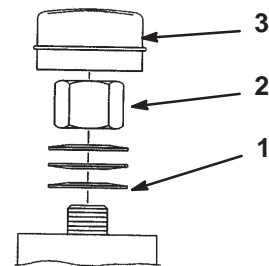

Figure 59
3. Retirez le capuchon anti-poussière de la roue et serrez le contre-écrou (Fig. 59).
4. Continuez de le serrer jusqu'à ce que les rondelles élastiques soient aplaties, puis desserrez-le de 1/4 de tour pour obtenir la précharge correcte des roulements (Fig. 59).
Important Veillez à installer les rondelles comme illustré à la Figure 59.